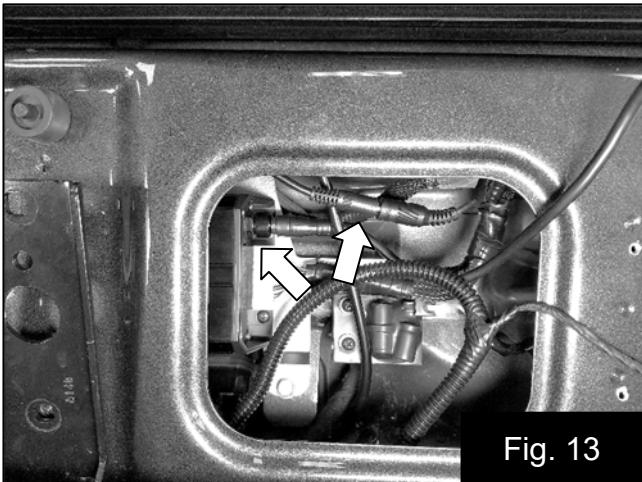

Fig. 13
23. Connectez le contrôleur à l'amplificateur, puis serrez-le et à la main en tournant la bague de verrouillage. Fig. 13
24. Connectez la prise de 1/8 de pouce à l'amplificateur. Fig. 13